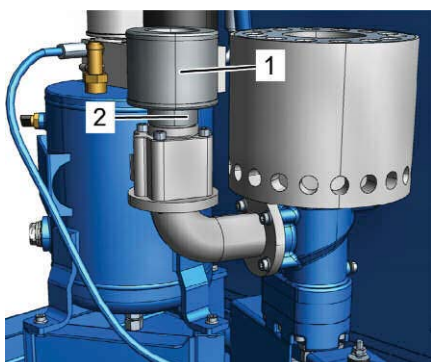

Рис. 42: Отсоединение хомутка приемного фильтра
4. Ослабьте хомутик воздушного фильтра (Рис. 42/2).
5. Извлеките старый фильтр (Рис. 42/1).
6. Установите новый фильтр (Рис. 42/1).
7. Затяните хомутик фильтра (Рис. 42/2)